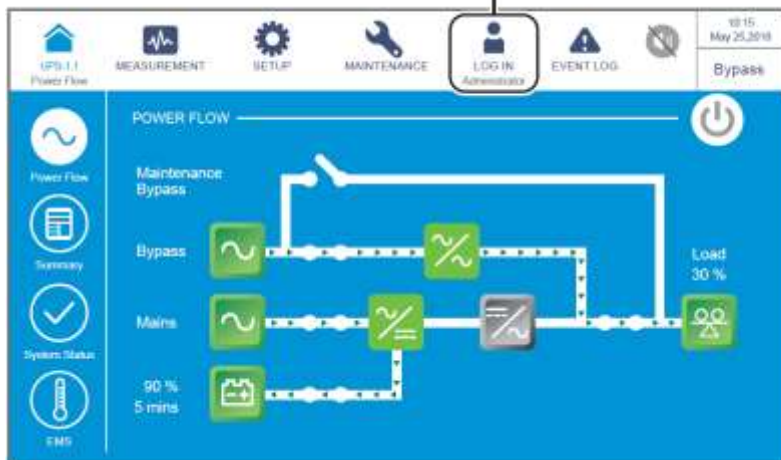

Рисунок 6-65: Экран байпасного режима и имя администратора
- 4) Войдите в систему как **Администратор**. Для получения пароля **Администратора** свяжитесь с обслуживающим персоналом. После входа в систему убедитесь, что вход произошел под именем **Администратора** (см. **Рисунок 6-65**).